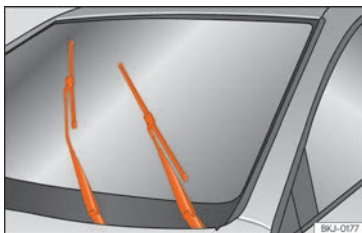

Fig. 80 Limpiaparabrisas en posición de servicio.
- Conecte y desconecte el encendido y a continuación (antes de aproximadamente 9 segundos) desplace la palanca del limpiaparabrisas hacia abajo (barrido breve). Las escobillas se desplazan hasta la posición de servicio » » » **fig. 80.**